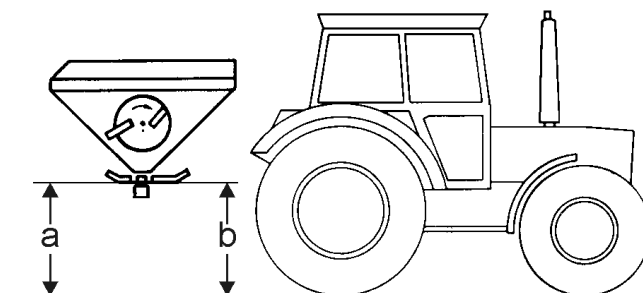

Рис. 9
- Змінійте довжину верхньої тяги, якщо висота над рівнем поля **а** та **б** (Рис. 9) на передній або задній стороні розподільчого диску відрізняється від необхідної висоти